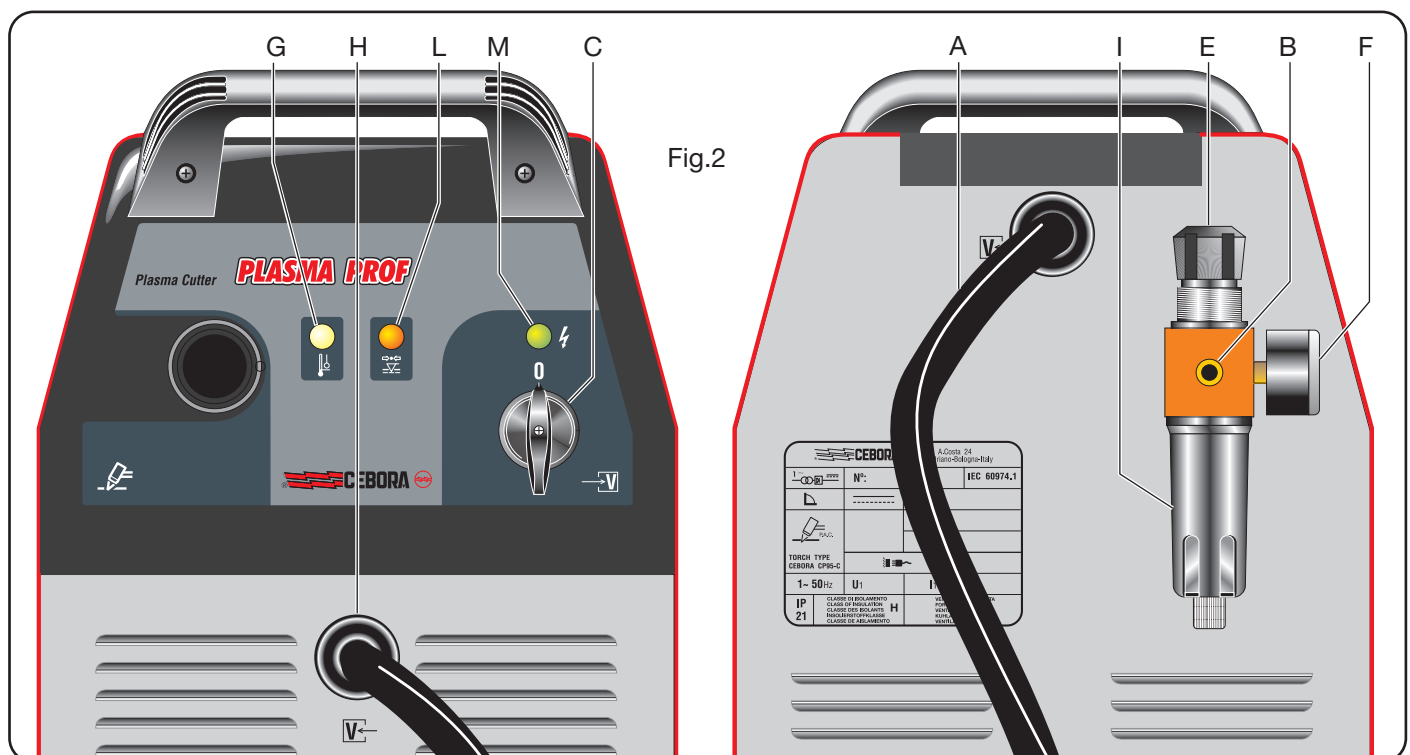

Fig.2
2.1 MONTERING AF BRÆNDER (Fig. 2)
For at undgå overbelastning. Dette vises ved konstant tænding af lysdioden **G** (se fig.2).
Anbragt på brænderens lufttilslutning for at undgå utilstrækkeligt lufttryk. Viser ved tænding af lysdioden **L** (se fig.2).